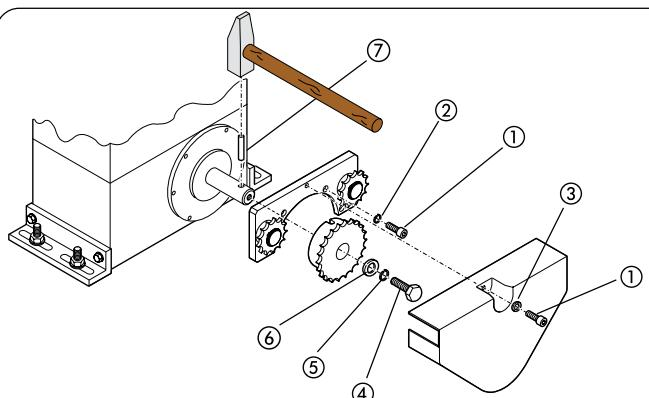
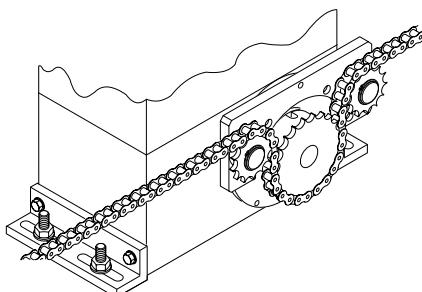

Рис. 20
Рис. 21
4.5.2. МОДЕЛЬ 844 ER RF рис. 20 - 21)
- 2) Закрепить кронштейн холостых передач на двигателе четырьмя винтами © (M5 x 12) с шайбами © из комплекта, показанного на рис. 20.
- 4) Пропустить цепь, как показано на рис. 21, закрепить кожух винтом © с шайбой, как показано на рис. 20.